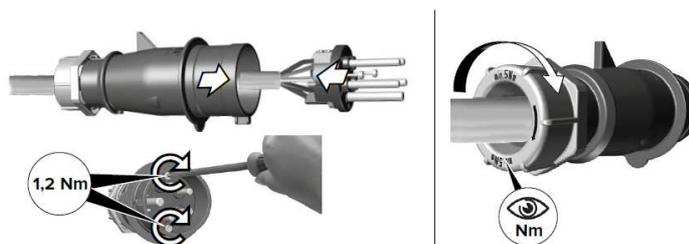

Рисунок 67
- установить вставку контактов в корпуса разъема, фиксировать винтами и затянуть обжимную гайку рисунок 67, допускается затягивать винты и гайки от руки без применения динамометрических ключей;